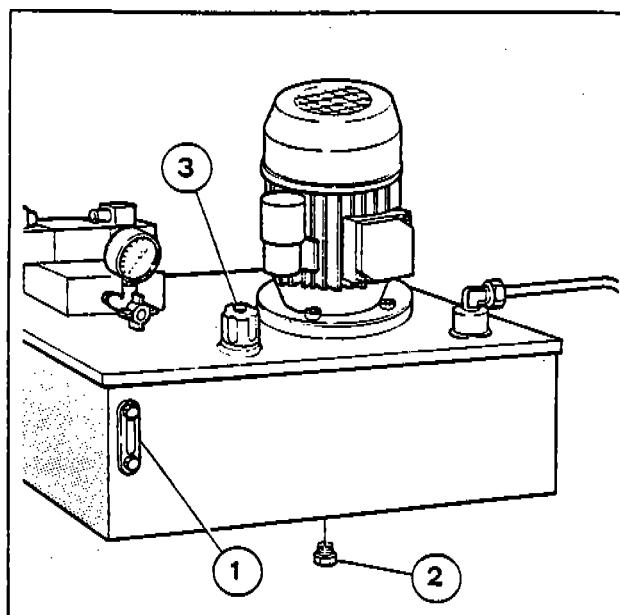

Fig. 39
- g) Controllare il livello olio nella centralina tramite l'apposita spia di livello (1-Fig. 39).
b) Controllare il livello olio centralina tramite la spia di livello (1-Fig. 39). Se necessario, immettere olio dello stesso tipo (vedi Tabella Lubrificanti).